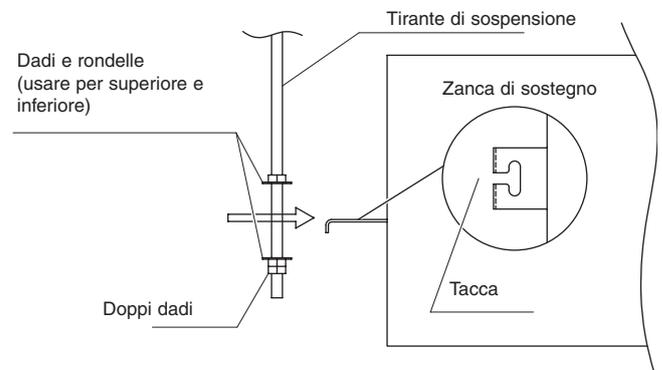

Fig. 3-60
- (3) Avvitare i 3 dadi esagonali e le 2 rondelle (non in dotazione) su ciascuno dei 4 tiranti di sospensione come illustrato nelle fig. 3-60 e 3-61. Usare 1 dado e 1 rondella per la parte superiore e 2 dadi e 1 rondella per la parte inferiore, in modo che l'unità non cada dalle zanche di sostegno.